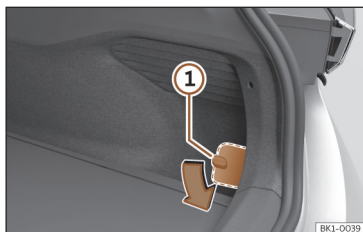

Fig. 51 En la parte derecha inferior del guarnecido del maletero: cubierta con líneas de corte.
- Gire 90° el cierre de la cubierta»» **fig. 51** ①.
- Presione la superficie hacia dentro por encima del cierre»» **fig. 51** (zona remarcada).
- Introduzca la mano por la abertura y desprenda la cubierta tirando de ella. Dado el caso, aplique un objeto adecuado por las líneas de corte»» **fig. 51** ②.